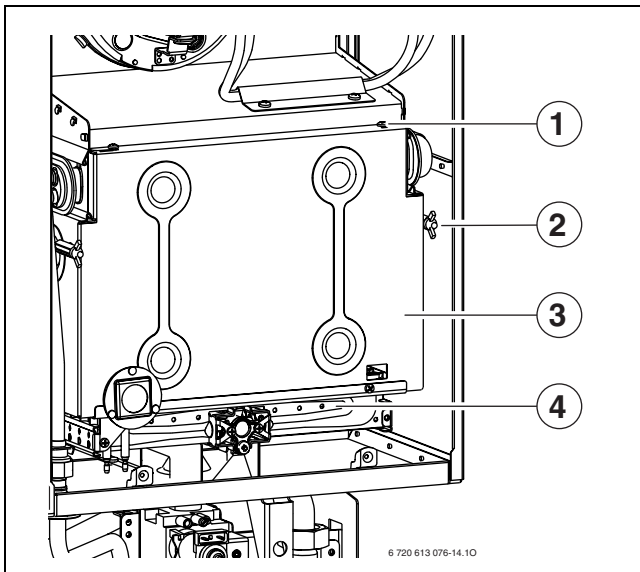

Fig. 75 Brander openen⁷
- ▶ Neem de voorplaat van de branderkamer en brander af (→ afb. 75).